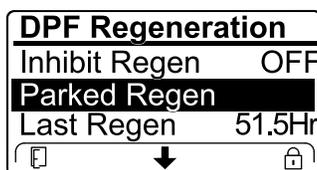

Figura 77
- Se il computer del motore richiede una rigenerazione di recupero, oppure sta eseguendo una rigenerazione di recupero, e voi scorrete il menu verso il basso fino all'opzione PARKED REGEN, la rigenerazione parcheggiata viene bloccata e l'icona di blocco (Figura 77) compare nell'angolo in basso a destra dell'InfoCenter.